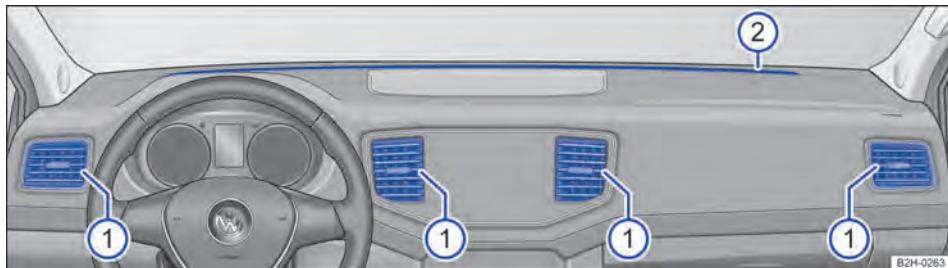

Fig. 129 No painel de instrumentos: difusores de ar.
Para que uma potência de aquecimento, uma refrigeração e uma entrada de ar suficientes sejam atingidas no interior do veículo, os difusores de ar → Fig. 129 ① devem permanecer abertos.
Legenda para → Fig. 129: